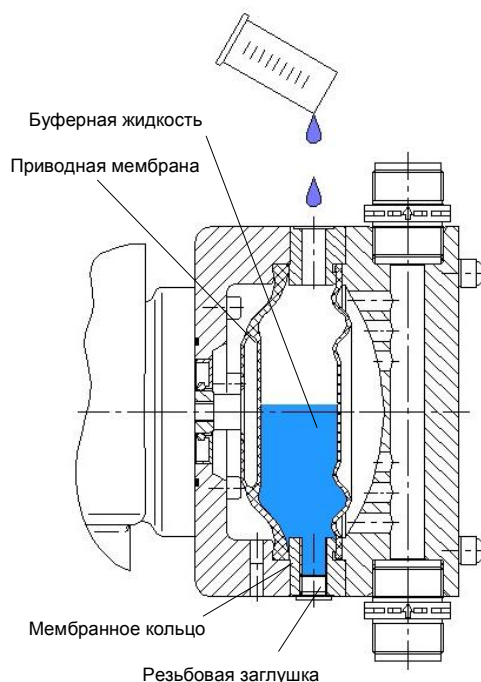

Рис. 44
- установить длину хода на 100%. У исполнения без регулировки длины хода (исполнение М) мембрану привести в заднее положение вращением лопасти вентилятора приводного двигателя (см. рис. 44).